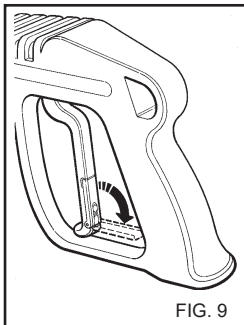

FIG. 9
**Eventuales impurezas podrían atascar la boquilla e impedir el funcionamiento (fig. 9).**
- Cuando no utilice la hidrolimpiadora, cierre el dispositivo de seguridad de la empuñadura. (fig. 9)